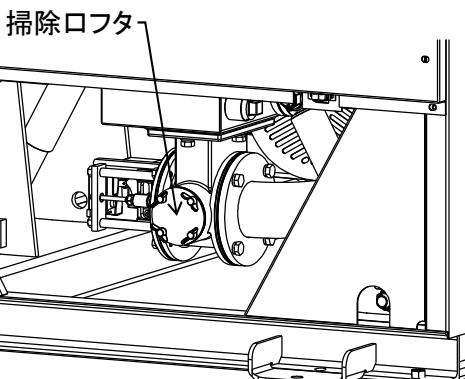

図 8-13
- 前面下部カバーを外します。(図 8-13)
- 前面に⑯掃除口フタが見えます。
- ⑰蝶ナットを緩め、⑯掃除口フタと⑯掃除口フタパッキンを外します。
- 排水弁内のゴミを取り除き、⑥排水弁補助弁表面に付着物がある場合は拭取ります。
- ⑥排水弁補助弁にひび割れや損傷がないか確認します。
- 問題が発見されたなら、⑥排水弁補助弁を新しい物と交換すること。